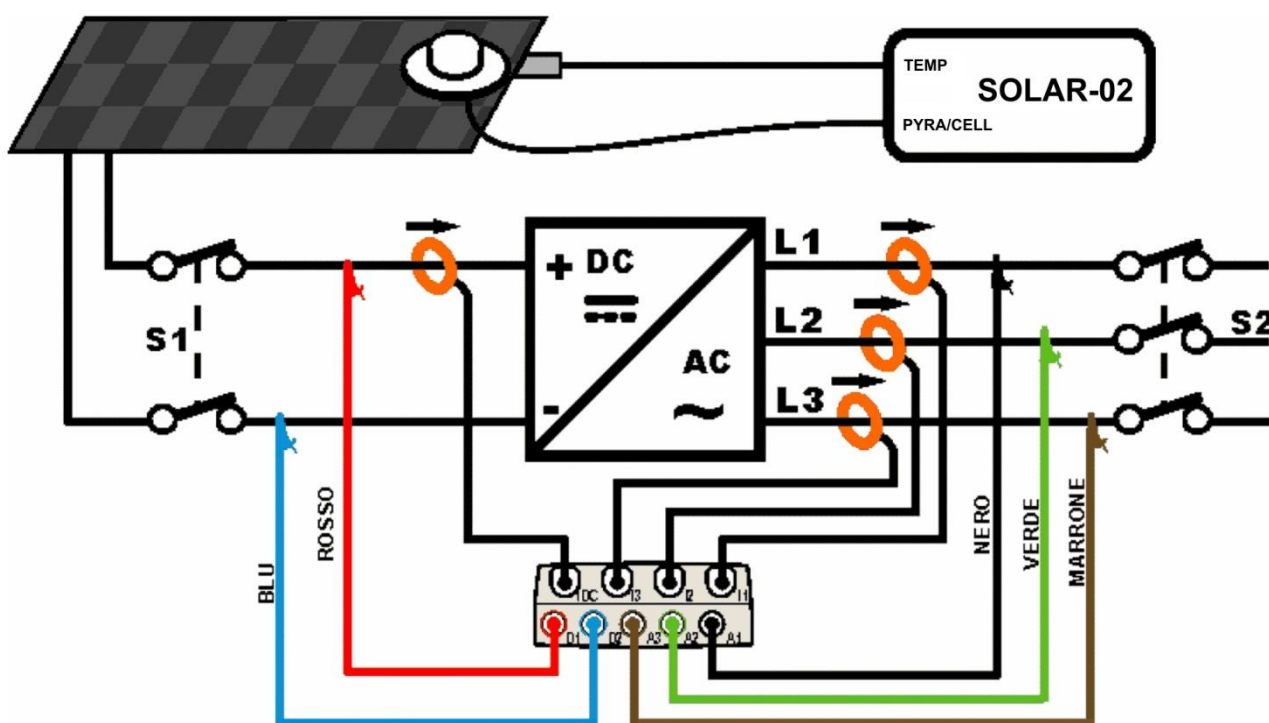

Fig. 233: Ligação do instrumento num Sistema FV-3 com unidade SOLAR-02
3. Ligar as entradas **D1** e **D2** respectivamente aos pólos positivo e negativo de saída da *string*. Ligar as entradas **A1**, **A2**, **A3** aos condutores de Fase respeitando as cores como se mostra na Fig. 233
4. Ligar a pinça CC ao condutor positivo **respeitando o sentido da seta** presente na referida pinça conforme indicado na Fig. 233. Ligar a saída das pinças respectivamente à entrada **IDC** do instrumento.
5. Ligar as pinças CA aos condutores de Fase L1, L2, L3 **respeitando o sentido da seta** presente nas referidas pinças conforme indicado na Fig. 233. Ligar a saída das pinças respectivamente às entradas **I1, I2, I3** do instrumento.